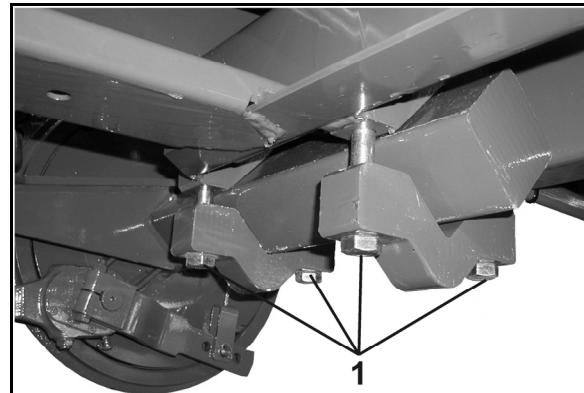

Fig. 105
4. Desfaceți șuruburile de prindere (Fig. 105/1) löszen.